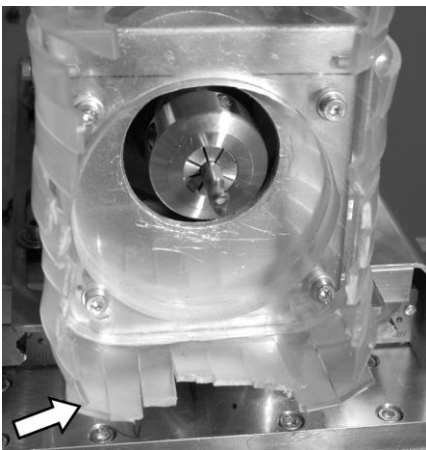

Abb. 34: Schutzschirm
2. Schutzschirm (optional für Absaugung) (Abb. 34/Pfeil) um die Werkzeugaufnahme auf Beschädigungen prüfen.